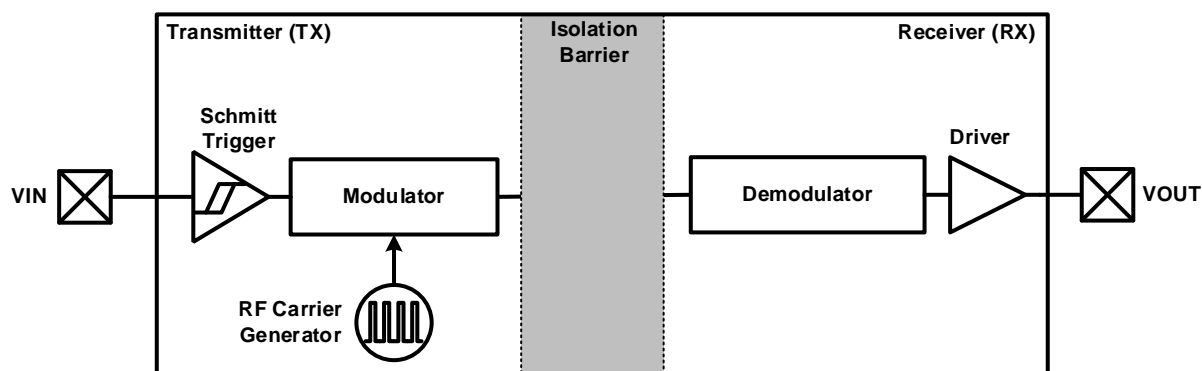
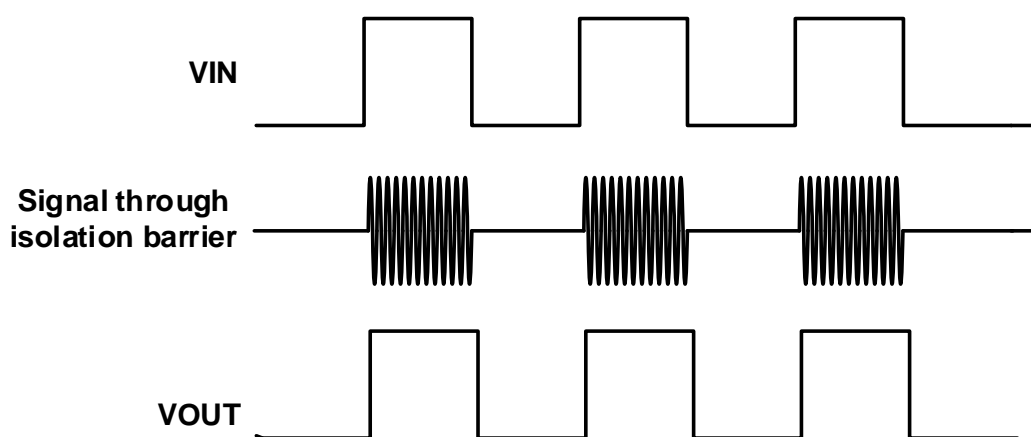

图 10-2 单通道功能框图
图 10-3 单通道波形示意图
高速隔离数据通道使用简单的开关键控 (OOK) 调制解调方案。由 SiO_2 构成的高压隔离电容为不同的电压域之间提供可靠的绝缘屏障，并提供可靠的高频信号传输路径。为了保证稳定的数据传输质量，发射机 (TX) 将输入信号调制到载波频率上，即 TX 在一个输入状态下通过隔离电容传递高频信号，而在另一个输入状态下无信号通过隔离电容，然后接收机根据检测到的调制信号重建输入信号。上述架构为隔离的不同电压域之间提供了可靠的数据传输路径，在启动时不需要考虑初始化。全差分的隔离电容架构可以最大限度地提高信号共模瞬态抗干扰能力。与电感耦合结构相比，电容耦合结构提供了更高的电磁抗扰性。图 10-2 和图 10-3 分别为单通道功能框图和调制方案的波形示意图。